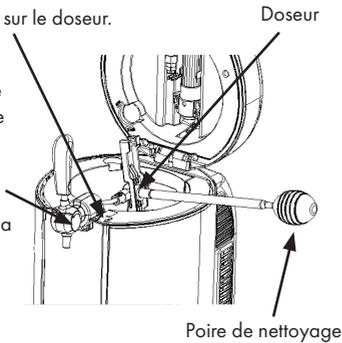

Figure 22
**Remarque :** Démontez le mécanisme de dosage comme indiqué à la figure 22 avant le nettoyage.